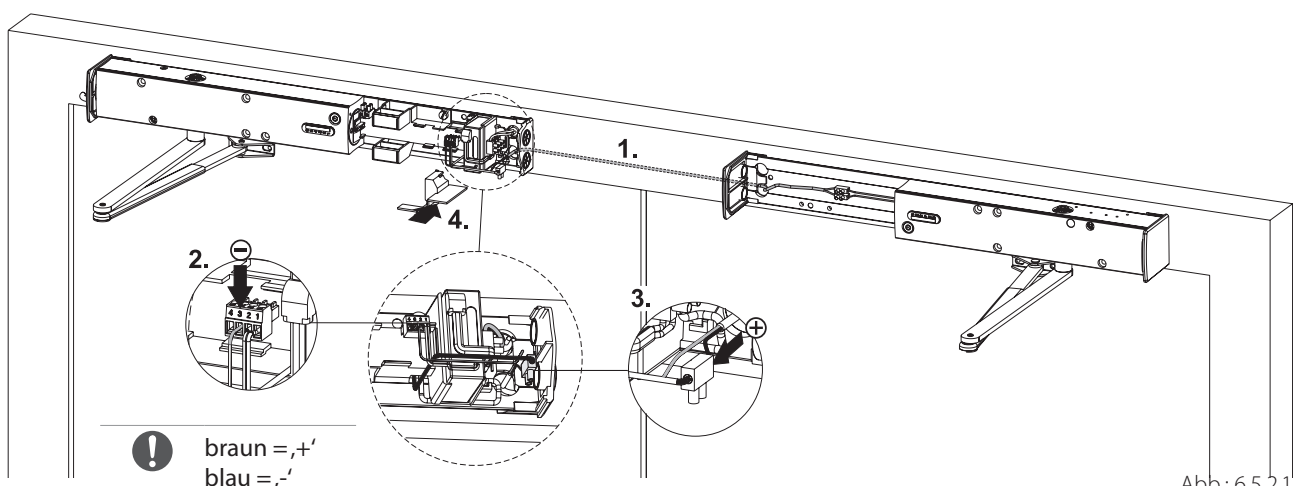

Abb.: 6.5.2.1
- bei Unterputzverlegung durch Türrahmen und vorhandene Kabellöcher (B) am Rahmen und Schließer
- Kabel gemäß Abb. 6.5.2.1 an Stecker-PIN 3 (2.) und Lüsterklemme (3.) anschließen.